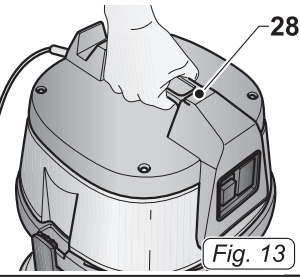
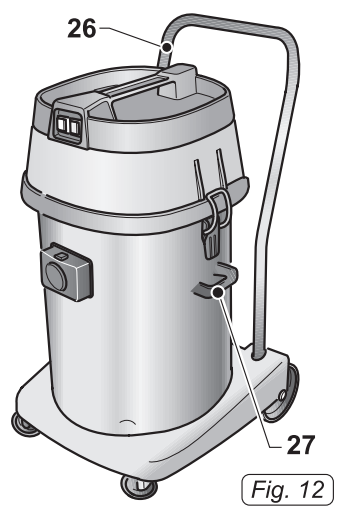

Fig. 13
Fig. 12
- Le dispositif est équipé de roues et ainsi peut être déplacé avec des poignées appropriées, ou être poussé au moyen de manipuler (26 Fig. 12)
- Pour le soulever, introduire les doigts de la main dans la poignée (28 Fig.13) située sur la partie supérieure du couvercle pour la version avec moteur simple ou bien à deux au moyen des poignées (27 Fig. 12).